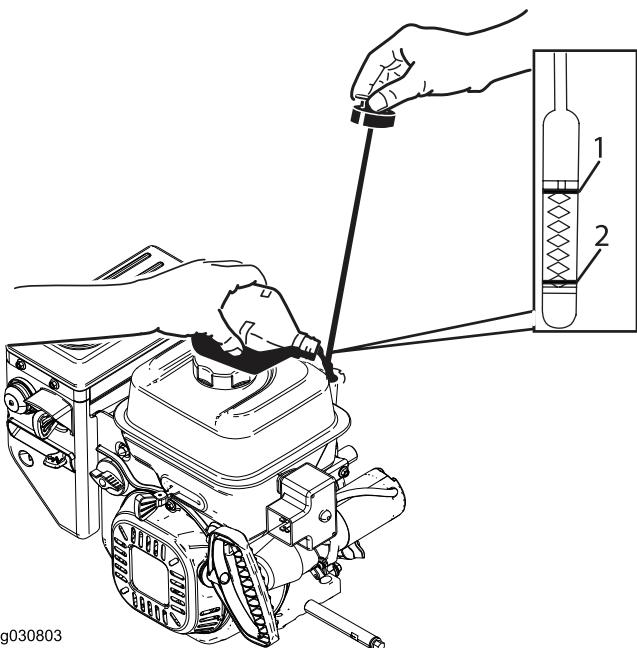

Figure 13
1. Retirez la jauge et versez de l'huile **lentement** dans le goulot de remplissage pour faire monter le niveau de liquide jusqu'au repère maximum (Full) sur la jauge. **Ne remplissez pas excessivement** (Figure 13). Voir Contrôle du niveau d'huile moteur à la section Entretien.